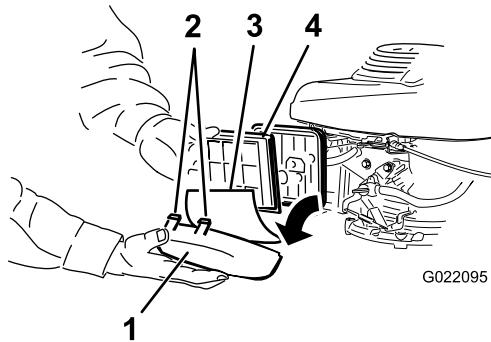

Figura 25
4. Retire la tapa, y retire el pre-limpiador de gomaespuma de la tapa (Figura 25).
6. Retire e inspeccione el filtro de papel (Figura 25).
7. Instale el prefiltro de gomaespuma en la tapa del limpiador de aire Figura 25.